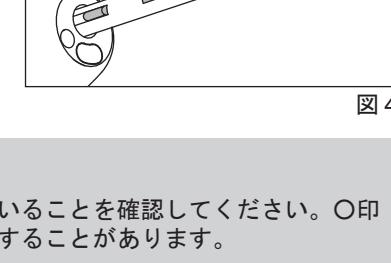

図4
- ①チャック開閉リングを“O”方向にカチンと音がするまで回します。
- ②付属の抜き具をチャックに差し込み、バーストップの溝に引っ掛け引き抜きます。(図4)